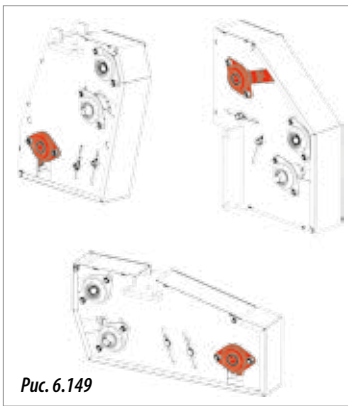
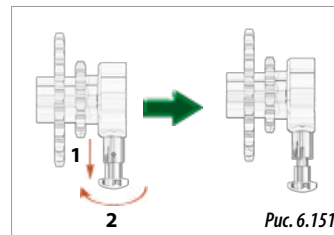
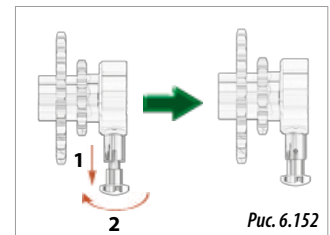

Рис. 6.149
Рис. 6.151
Рис. 6.152
Отключение привода бункеров на аппарате для внесения гранулированных удобрений производится в коробке передач бункеров этого аппарата (см. раздел 3.1 «ОБЩИЙ ВИД СЕЯЛКИ»). Сеялка поставляется с одним из трех видов коробки передач. Во всех коробках передач на одном из валов установлена муфта сцепления (обозначена красным цветом на рис. 6.149).
3- На трансмиссионном валу, где установлена муфта сцепления (рис. 6.149), потянуть страховочную ручку и повернуть ее на 90° с тем, чтобы заблокировать ее в положении передачи со свободным ходом (рис. 6.151).
- 3- На трансмиссионном валу, где установлена муфта сцепления (рис. 6.149), потянуть фиксатор и повернуть его на 90° с тем, чтобы заблокировать его в положении передачи (рис. 6.152).